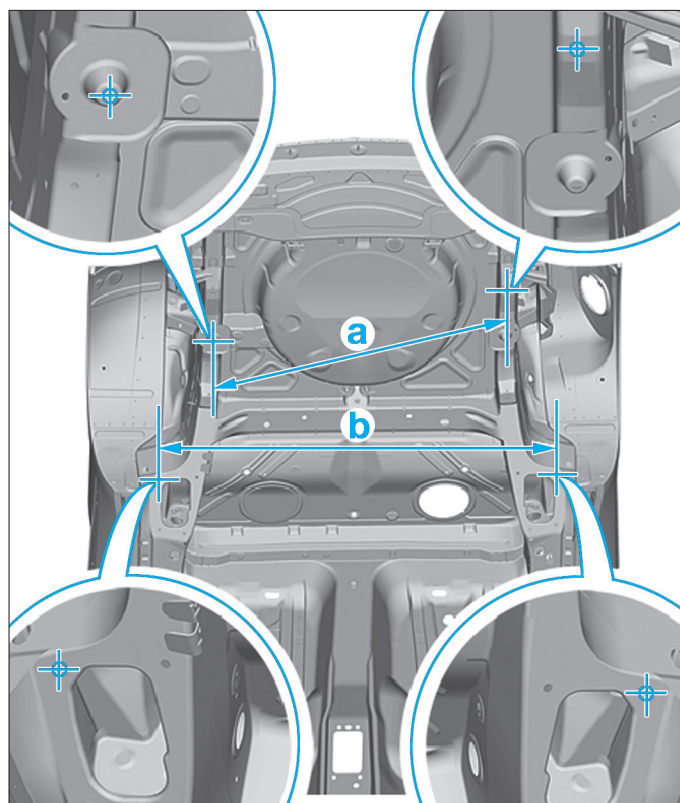

FIG.10
- Pour le verrouillage des pièces 20-21 dans les tours MZ080 (Fig.10).